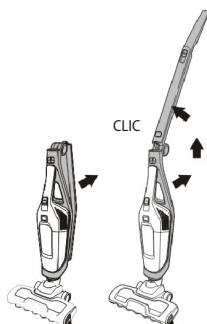

Fig. 1
1. Si la poignée est pliée, dépliez-la jusqu'à ce qu'elle s'enclenche (Fig. 1).